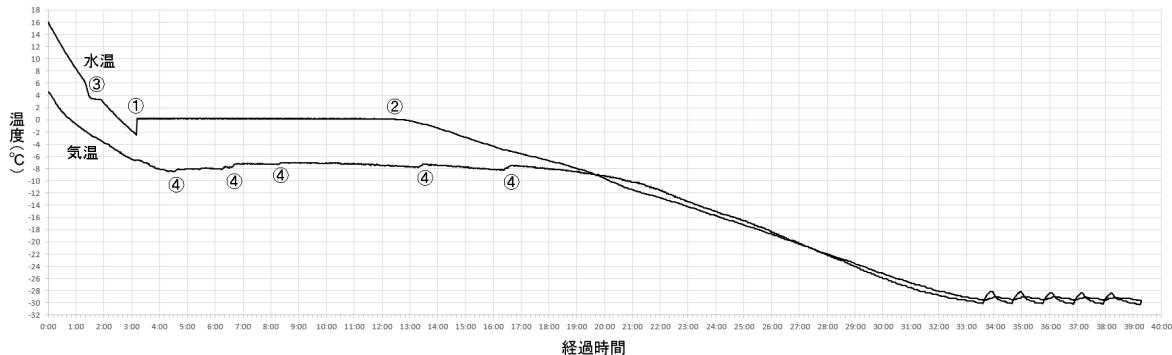

図1. 従来の方法での冷凍庫内の気温と水温の例
その結果、図1のような温度変化がみられた。冷凍食品の保存温度が -18°C 以下であるため、冷蔵庫の冷凍室や冷凍庫は -18°C 以下の温度になるように作られている。このため、冷蔵庫内の気温、ペットボトル内の水温もどんどん下がっていく。しかし、温度が下がり過ぎると過冷却状態が壊れやすく、中の水が凍ってしまう。ただ、過冷却状態が壊れるとペットボトルの中は水と氷が混ざった状態であるので、温度は 0°C になる。そしてペットボトル内の水はどんどん凍っていくが、温度は 0°C に保たれ、ペットボトル内の水が全て凍ると再び温度が下がっていく。
図1で、温度計センサーを入れたペットボトルは①で凍り始め、②で全て凍ったことがわかる。周囲のペットボトルも、過冷却状態が壊れると 0°C に保たれるため、冷凍庫内の気温はなかなか下がらず、約15時間もの間、 -8°C 前後に保たれていた。また、冷凍庫内で周囲の水が凍ったペットボトルが断熱の役割をして、内側のペットボトルが冷えにくくしている可能性もある。